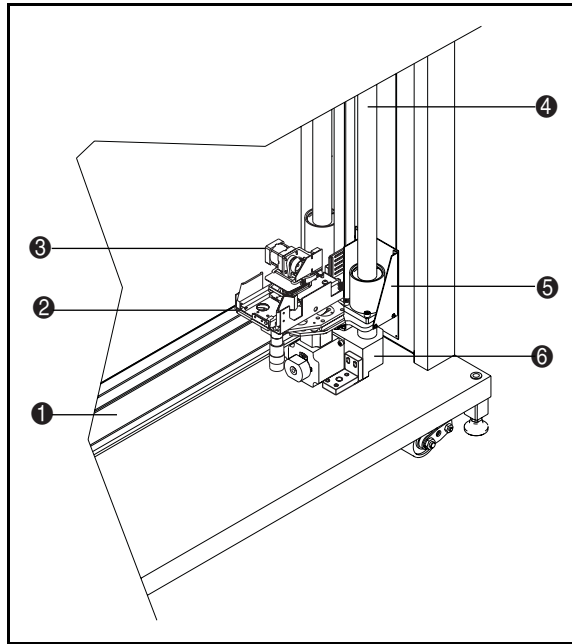

Figure 4-15. Repérage du chariot vertical
1. Repérez le chariot vertical (❶) illustré à la Figure 4-15 (voir Tableau 4-2).